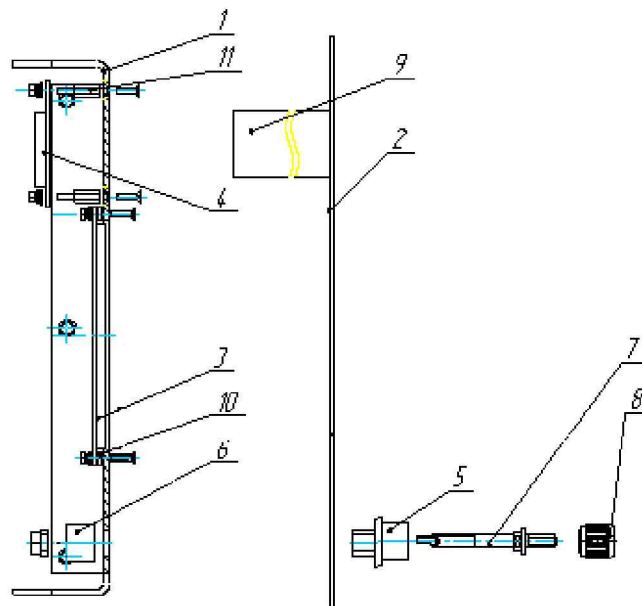

Рисунок 3.8 - Панель передняя блока высокоомного
3.6.5.2 Сборка панели передней изображена на рис. 3.8.